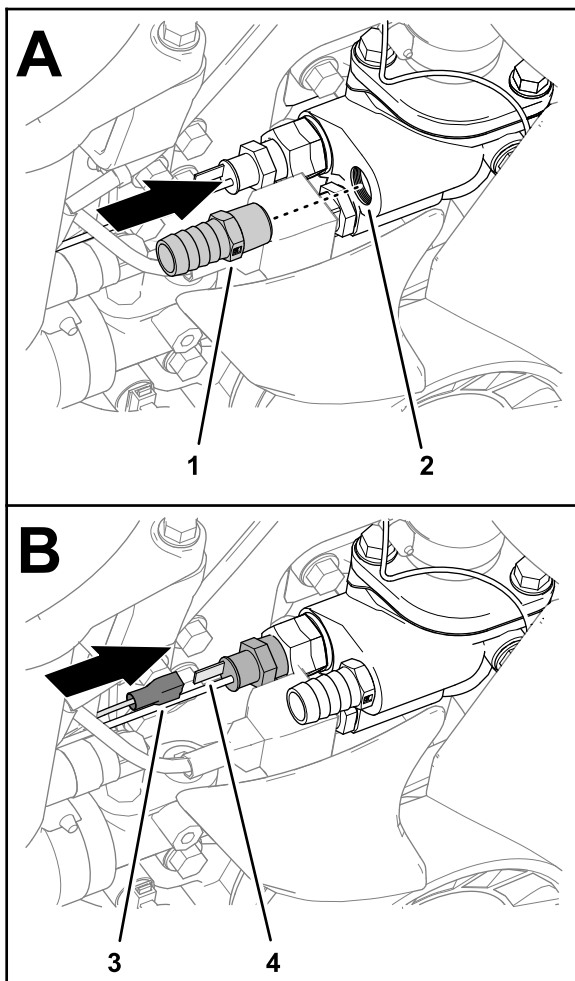

Figure 25
- Posez le raccord cannelé dans l'orifice arrière du boîtier de la pompe à eau (Figure 25) et vissez-le encore à la main de 2 à 3 tours.